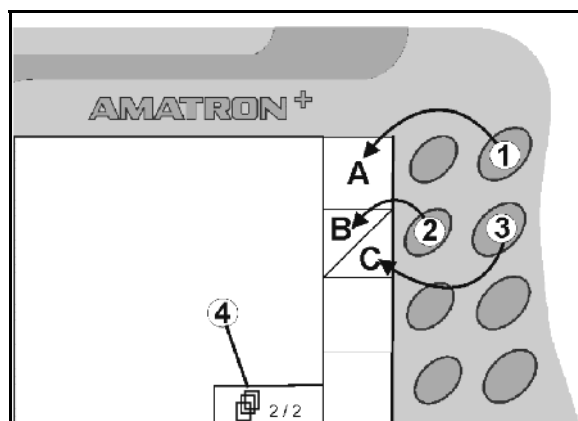

Fig. 10
- Se sul display compaiono campi quadrati, solo il tasto destro (Fig. 101) è associato al campo funzioni (Fig. 10/A).
- Il tasto sinistro (Fig. 10/2) è associato al campo funzioni in alto a sinistra (Fig. 10/B).
- Il tasto destro (Fig. 10/3) è associato al campo funzioni in basso a destra (Fig. 10/C).
- Sul retro dell'apparecchio si trova il tasto Shift  (Fig. 10/1).